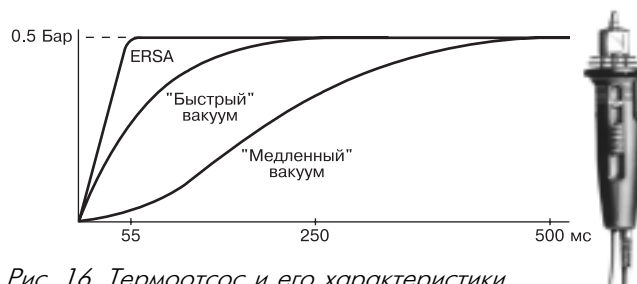

Рис. 16. Термоотсос и его характеристики
Читатель может самостоятельно проанализировать, в какой мере различные вакуумные термоотсосы соответствуют приведенным критериям качества. В качестве точки отсчета можно принять новейший (образца зимы 1999 года) термоотсос Ersa XTool (рис. 16), в котором перечисленные функциональные свойства обеспечиваются следующими техническими решениями:
- вакуумная камера расположена в рукоятке инструмента на расстоянии менее 100 мм от точки выпаивания, поэтому при открытии клапана расплавленный припой всасывается с большой скоростью благодаря мощной тяге (500 мБар всего за 55 мс, рис. 16): сегодня это рекордный результат на мировом рынке;